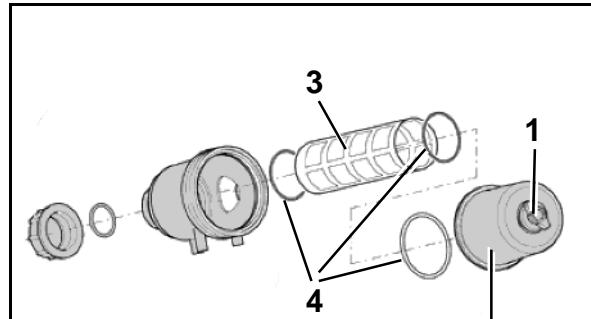

Рис. 180
Чистите приемный фильтр (Рис. 180) ежедневно после режима эксплуатации.
5. Открутите блокирующий винт приемного фильтра (Рис. 180/1).
6. Снимите крышку (Рис. 180/2).
7. Извлеките патрон фильтра (Рис. 180/3) и почистите водой.
8. Проконтролируйте не повреждены ли кольца круглого сечения (Рис. 180/4).
Следите за правильной установкой колец круглого сечения (Рис. 180/4).